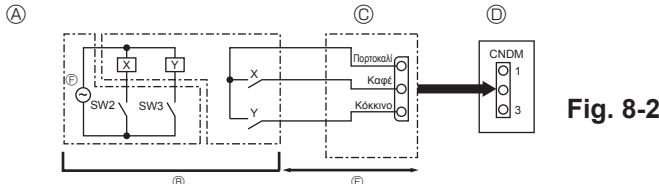

Fig. 8-2
8.2. Λειτουργία ρύθμισης (επιπότου τροποποίηση) (Fig. 8-2)